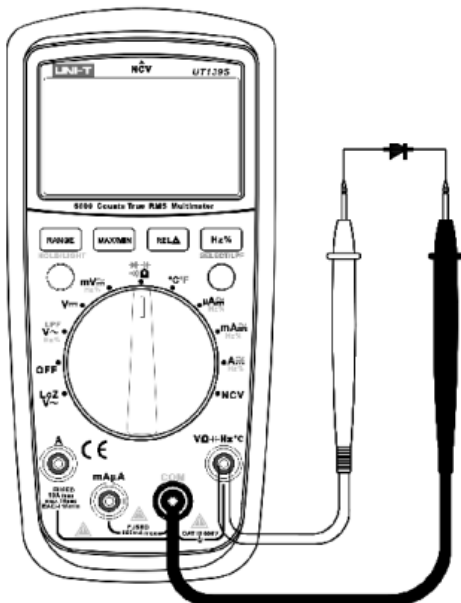

Рисунок 5
9.3. Прозвонка электрических цепей (см. рисунок 5)
9.4. Проверка диодов (см. рисунок 5)